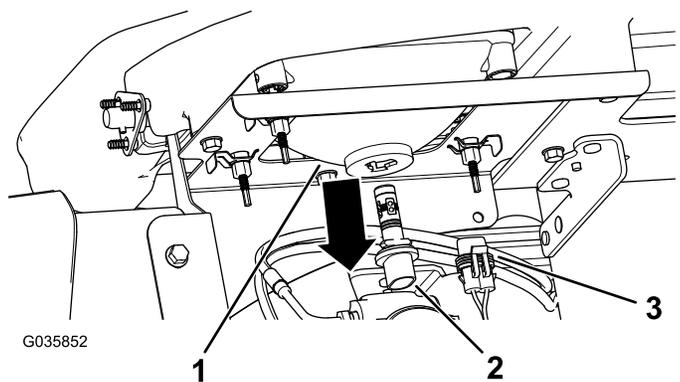

Figura 49
3. Desligue o conector elétrico para a cablagem do conector do conjunto da lâmpada, na parte de trás do compartimento do farol (Figura 49).
4. Rode o conjunto da lâmpada $\frac{1}{4}$ de volta para a esquerda e mova-o para trás, para fora do compartimento do farol (Figura 49).
5. Insira o novo conjunto da lâmpada e compartimento do farol e alinhe as linguetas no conjunto da lâmpada com as ranhuras no compartimento do farol (Figura 49).
6. Fixe o conjunto da lâmpada rodando-o 1/4 de volta para a direita (Figura 49).
7. Ligue o conector elétrico para a cablagem ao conector do novo conjunto da lâmpada (Figura 49).